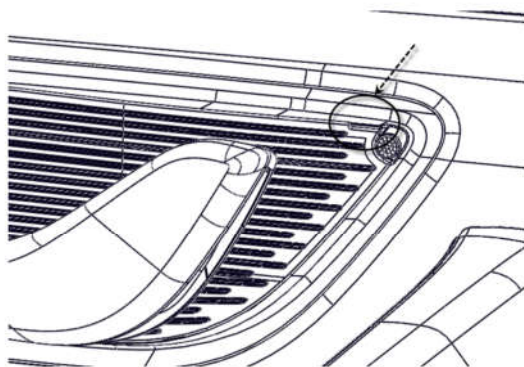

图9-1-1内扣手盖板拆卸示意图
- (1) 如图 9-1-1，先拉开内扣手柄，用缠有保护胶带的小号一字螺丝刀从箭头 1 所指凹槽处将车门内扣手盖板撬出。